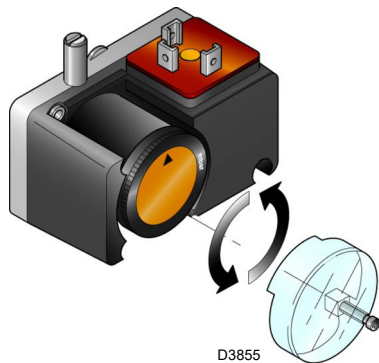

Fig. 33
- Regular el presostato gas de mínima (Fig. 33 a pág. 34) en el inicio de la escala.
Regular el presostato gas de mínima (Fig. 33) después de haber efectuado todas las demás regulaciones del quemador con el presostato regulado en el inicio de la escala.